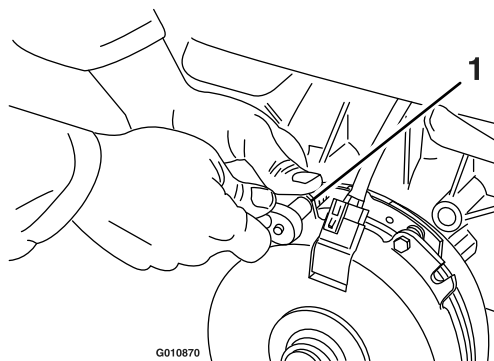

Figure 65
- A. Desserrez les boulons de fixation du frein de  $\frac{1}{2}$  tour à 1 tour, comme montré à la Figure 65.